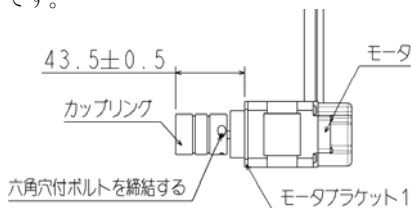

図 5.6-6
- (9-2) 原点復帰動作を行い、モータが停止した後に、カップリングをモータのシャフトに差し込んでください。モータを組み付けたとき（モータ線の口出し方向を変更する場合は、十字サラねじを外して、モータを回転させて、モータブラケットに締結してください。）、カップリングのねじがモータブロック開口部から見えるように、位置合わせをしてください。カップリングの組立寸法は、図 5.6-6 の通りです。